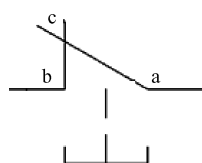

图5-58 修剪图形
(7) 单击“默认”选项卡“修改”面板中的“修剪”按钮和“删除”按钮,对图形进行修剪,并删除掉直线ab,结果如图5-58所示。